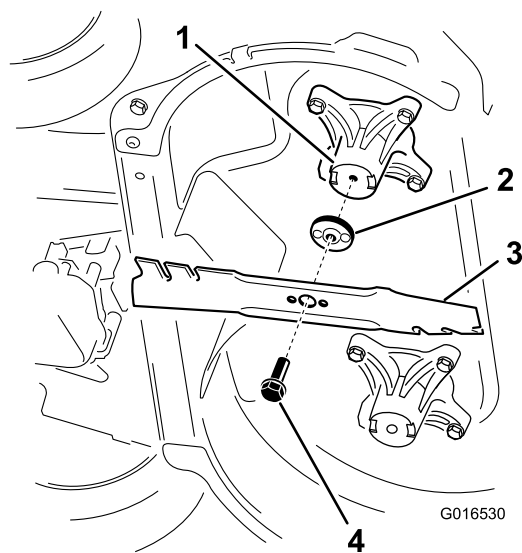

Figuur 40
1. Gebruik een houten blok om de messen te ondersteunen en draai de mesbout linksom zoals getoond in Figuur 40.